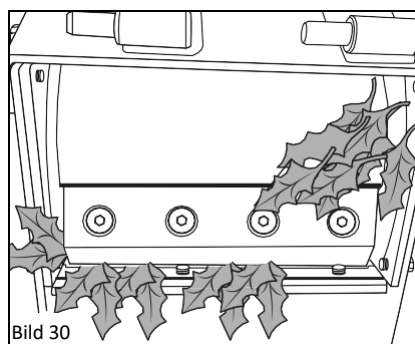

Bild 30
5. Rensa försiktigt skär- och utkastområdet. Se till att all smuts avlägsnas för att hindra knivbladen från att bli igensatta. Utkastområdet ska vara fritt från allt organiskt material, se bild 30.
6. När knivbladen är helt rena, sätter du tillbaka knivaxelkåpan (14), inmatningstratten (4) och utkastet (15).